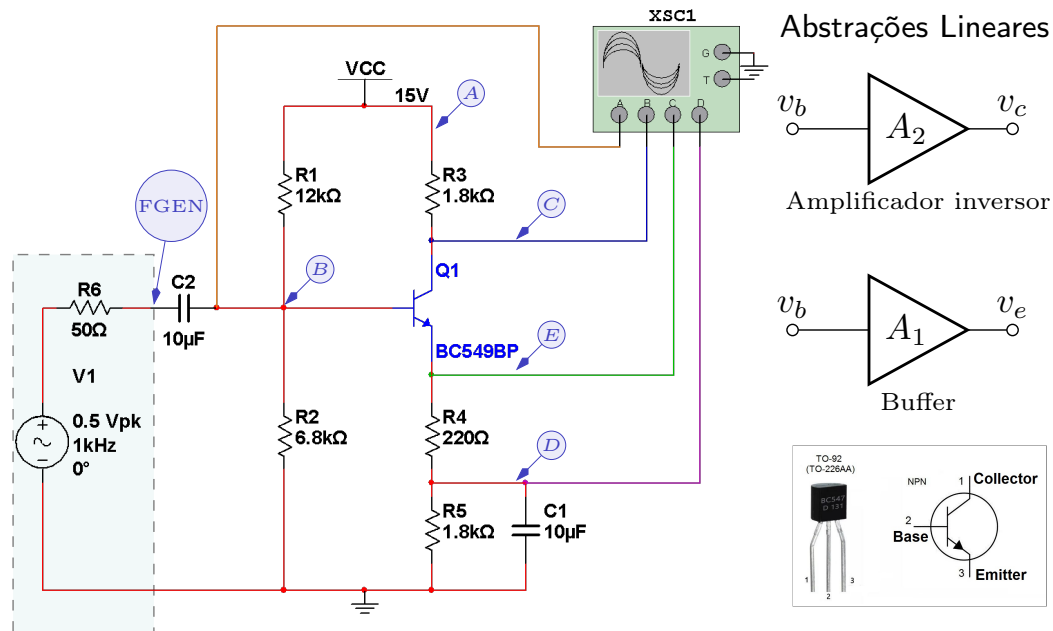

Figura 1: Amplificador transistorizado com BJT. Pinagem do encapsulamento TO-92.
Exercício 1 Analisar o circuito amplificador transistorizado ilustrado na Figura 1 obtendo as componentes contínuas (CC) e alternadas (CA) ([Braga(2020)]) conforme pede-se a seguir: NB: Um sinal composto por uma componente contínua e alternada é representado usando letras maiúsculas e minúsculas e.g. $v_B(t) = V_B + v_b$.
1. Desenhar o diagrama esquemático do modelo de pequenos sinais para o circuito amplificador mostrado na Figura 1.
3. Desconectar o capacitor C_1 do circuito mostrado na Figura 1 e recalcular o ganho do circuito, $A_{2x} = \frac{v_c}{v_b}$.
1. Desenhar no PAPO o diagrama esquemático do circuito mostrado na Figura 1 para que possa registrar as conexões quando estiver montando o circuito no protoboard.
2. Editar no ambiente do Multisim usando a opção **File>New>NIELVISII+** o diagrama do circuito mostrado na Figura 1. **Simular** o circuito no Multisim mensurando e registrando na Tabela ?? os valores de voltagens e correntes. Verifique as correntes usando a Lei de Ohm com a queda de voltagem sobre os resistores R_3 e R_5 .
7. Desconectar o capacitor C_1 do circuito mostrado na Figura 1 e mensurar o ganho do circuito, $A_{2x} = \frac{v_c}{v_b}$.